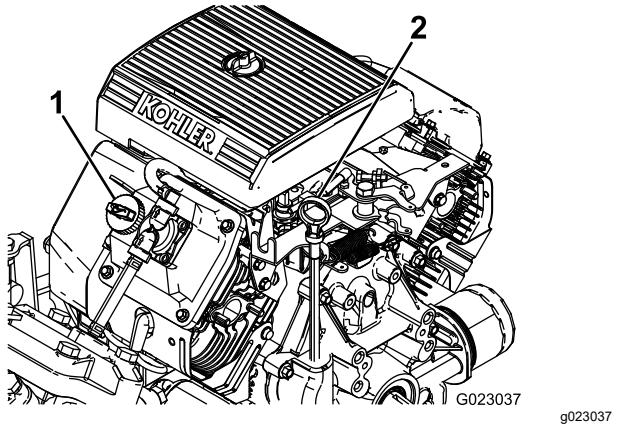

Figure 10
2. Retirez la jauge et essuyez-la sur un chiffon propre (Figure 10).
4. Si le niveau d'huile est trop bas, retirez le bouchon de remplissage du couvre-culasse (Figure 10) et versez la quantité d'huile nécessaire dans l'orifice pour amener le niveau au repère MAXIMUM sur la jauge ; voir Contrôle du niveau, vidange de l'huile moteur et remplacement du filtre à huile \(page 50\) pour connaître le type d'huile et la viscosité qui conviennent.